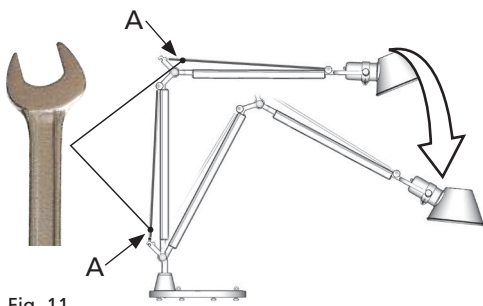

Fig. 11
Per regolare la posizione ruotare le barre A, inserendo nelle apposite tacche la chiave a forchetta n° 23 (fig.11).
Pour régler la position, tourner les barres A, en insérant la clé à fourchette n° 23 dans les encoches appropriées (fig.11).
To adjust the appliance's position, rotate the bars (A) by inserting the fork spanner 23 (fig. 11) into the relevant slots.